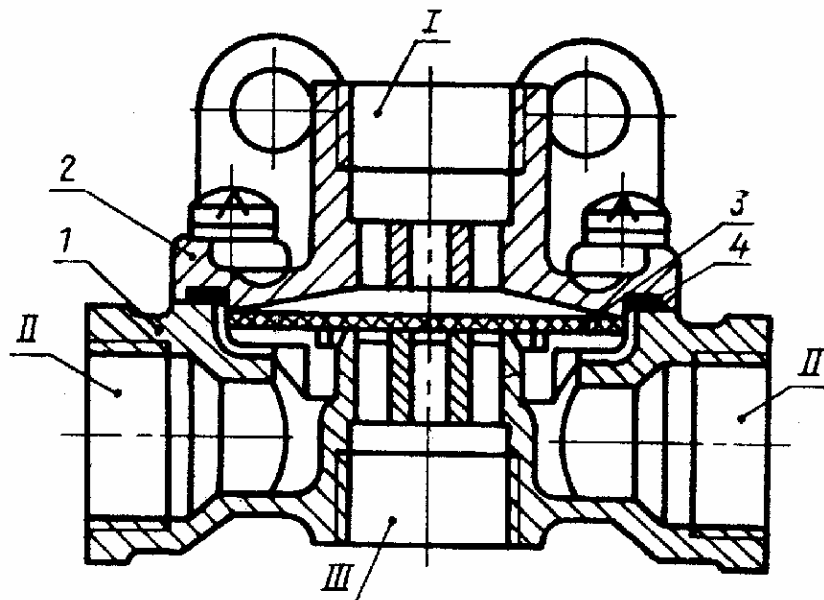

Рис. 52 Клапан быстрого оттормаживания
4. КЛАПАН БЫСТРОГО ОТТОРМАЖИВАНИЯ 100-3518110 (рис. 52)